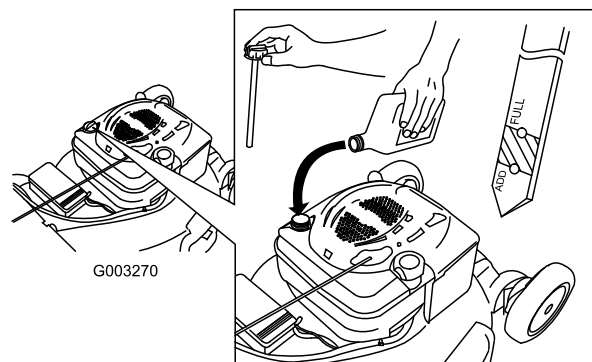

Figura 37
4. Vierta **lentamente** aceite en el tubo de llenado hasta que el nivel llegue a la marca "**Full**" (lleno) de la varilla (Figura 37). Después de añadir aceite, espere 3 minutos antes de comprobar el nivel de aceite con la varilla. **No llene demasiado.** (Capacidad máxima: 0,59 l (20 onzas), tipo: SAE 30, aceite detergente con clasificación de servicio API SF, SG, SH, SJ, SL o superior.)